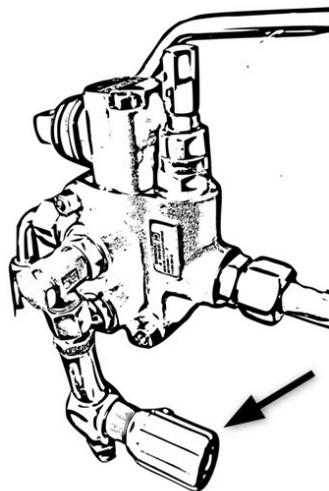

図 5
3. リフトの上昇速度は調節バルブで調節できます。調節バルブ側面 (図 5) ソケットボルトを緩め、調節バルブを開く (反時計方向に廻す) とリフトの上昇速度が速くなり、調節バルブを閉めるとゆっくりになります。調整後、ソケットボルトを締め付けてください。